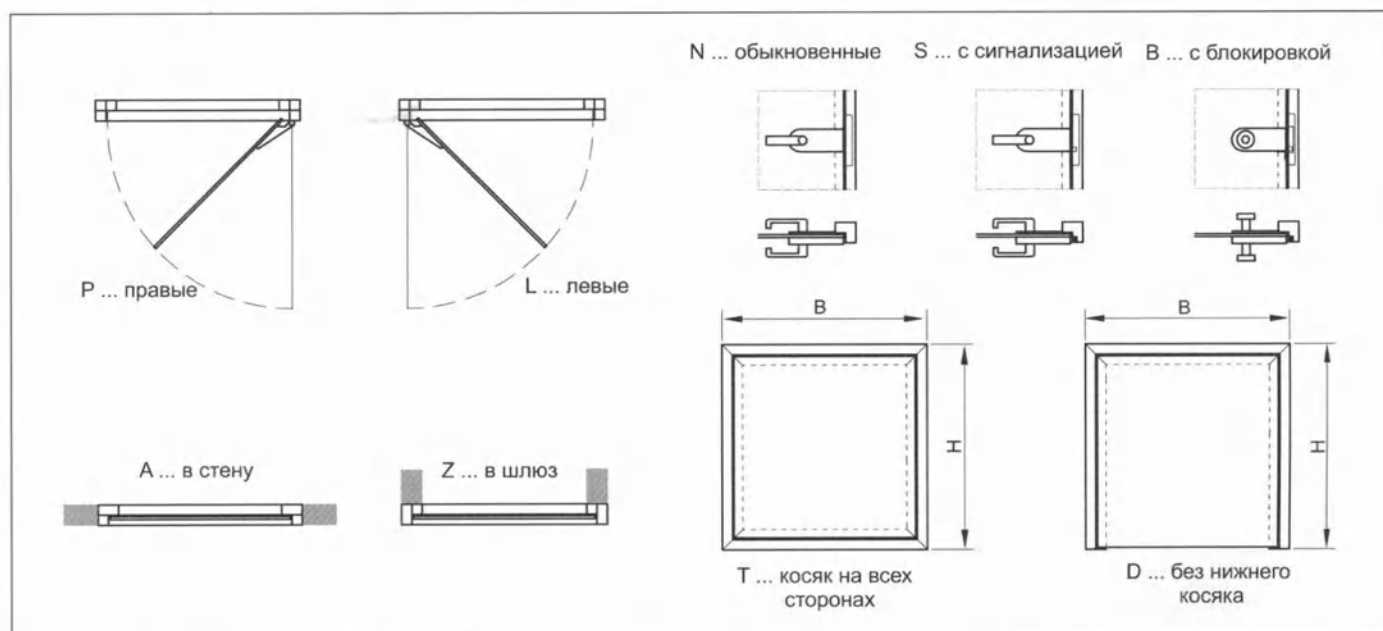

Рис.6 Вариант двери в исполнении Т со стеклянным полотном одностворчатые с поворотными петлями
4.4 Двери в исполнении T (табл. 3, рис. 6, 7)